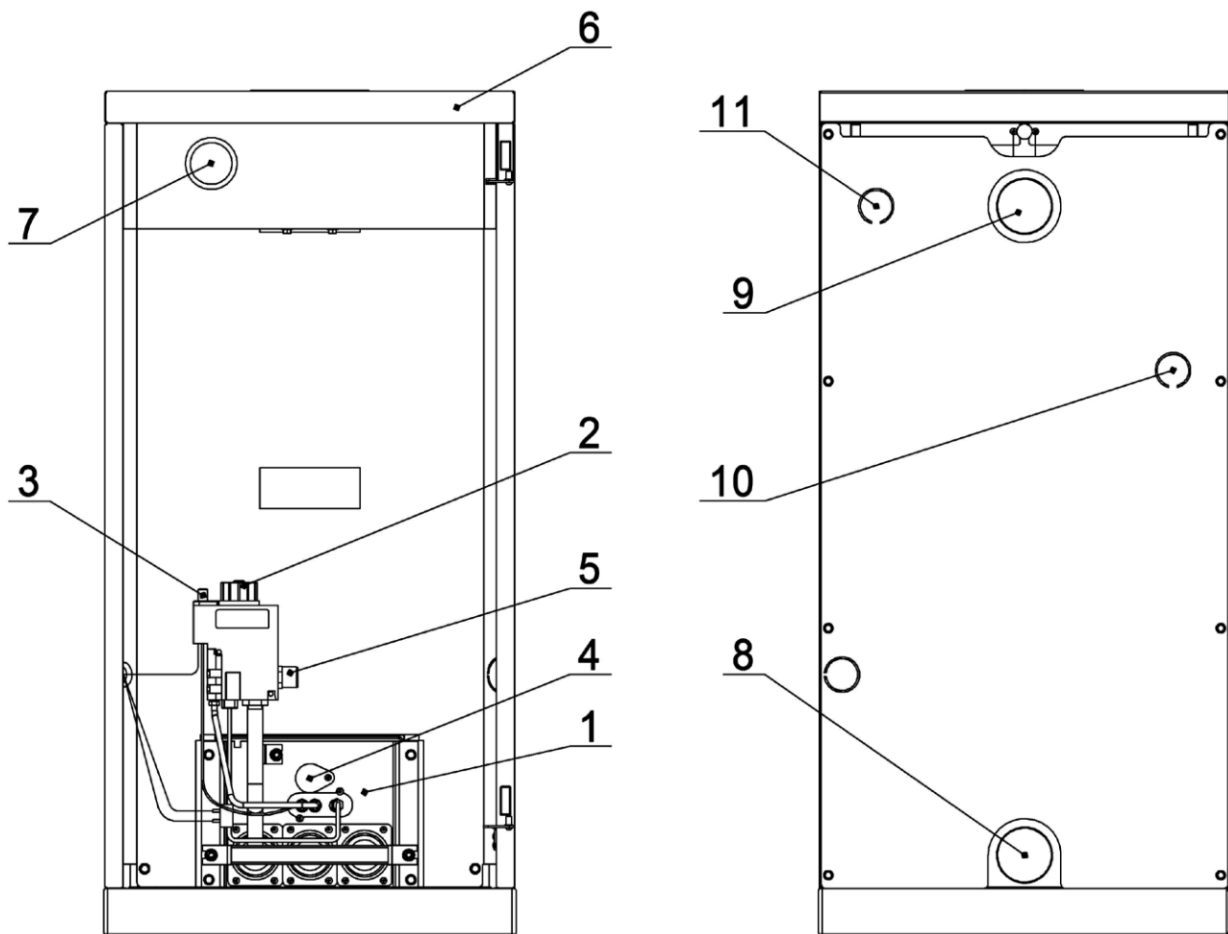

Рис. 1.
- 5.1 Котел представляет собой сварную конструкцию, образующую по всему периметру водяную рубашку, в которую помещен контур горячего водоснабжения, изготовленный из медной трубки. В нижней части котла, в проеме топочной камеры, установлено газогорелочное устройство с органами управления. В верхней части котла находится газоотводящий патрубок для удаления продуктов сгорания из топки. На задней поверхности котла расположены резьбовые патрубки, предназначенные для подключения котла к системе отопления и горячего водоснабжения. Регулирование и поддержание заданной температуры обеспечивается терморегулятором, модулирующим пламя основной горелки, снабженным ручкой с делениями, которая установлена на передней панели горелки (см. рис. 1).